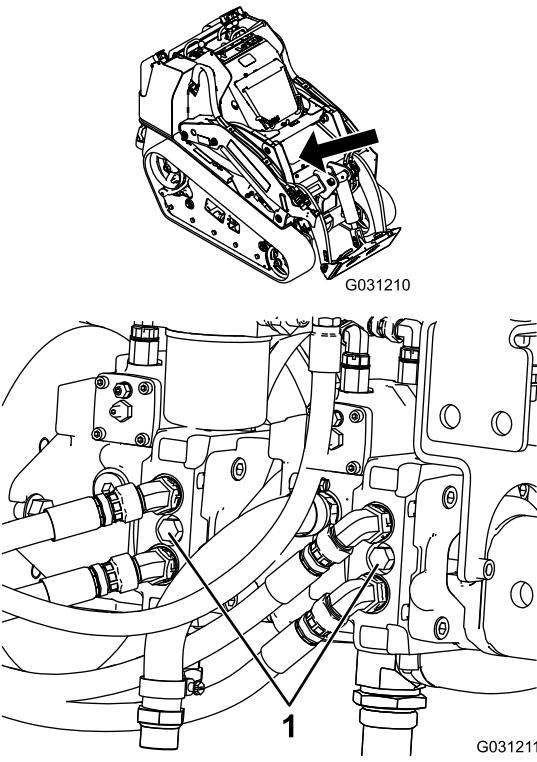

Figura 31
4. Usando una llave inglesa, gire las válvulas de remolcado de las bombas hidráulicas dos vueltas en el sentido contrario a las agujas del reloj (Figura 31).